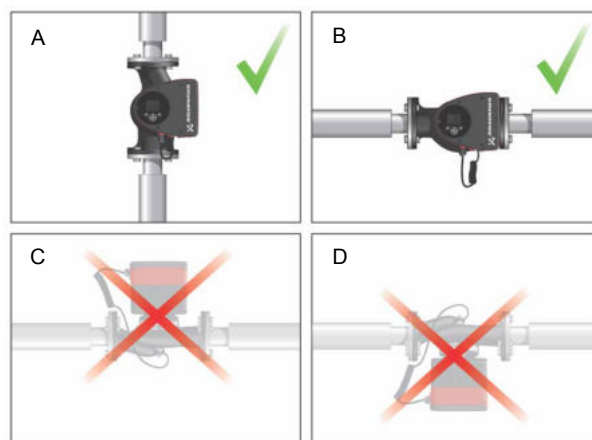

Fig. 7 Circulateur installé avec arbre moteur horizontal
- Circulateur installé correctement dans une tuyauterie verticale. Voir fig. 7, pos. A.
- Circulateur installé correctement dans une tuyauterie horizontale. Voir fig. 7, pos. B.
- Ne pas installer le circulateur avec l'arbre moteur vertical. Voir fig. 7, pos. C et D.